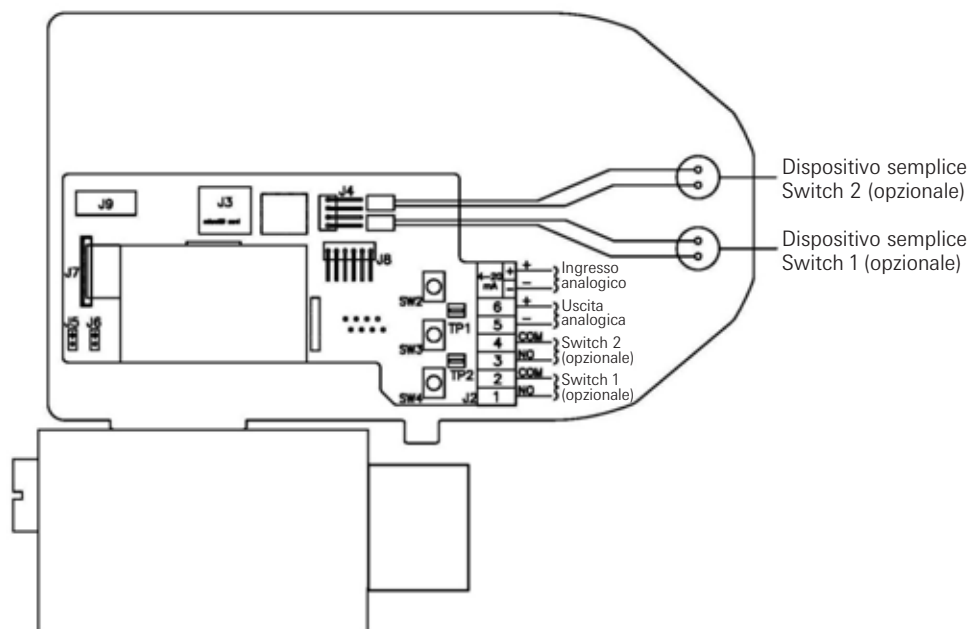

Figura 2-7
3. Collegare il segnale di circuito a 4-20 mA ai punti terminali contrassegnati da (+) e (-). Vedere la figura 2-7 per uno schema del collegamento.